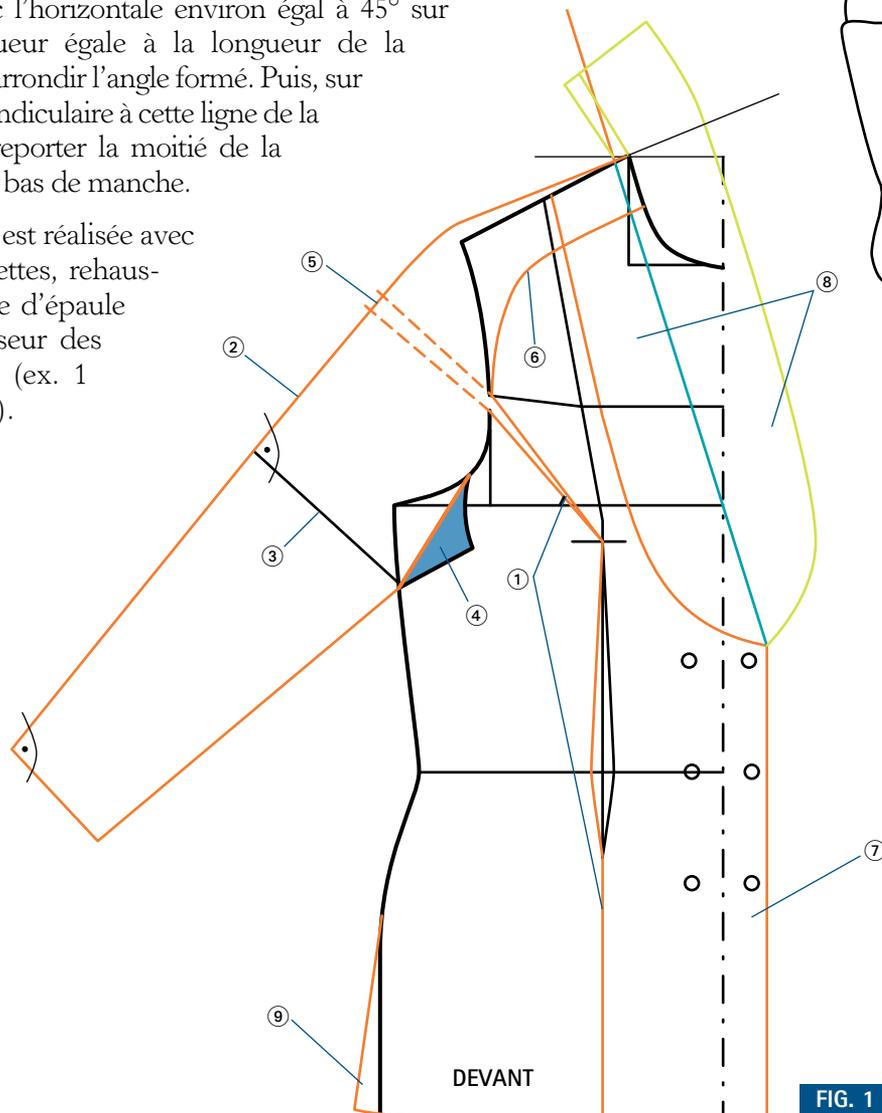

FIG. 1
- ③ Reporter la moitié de la largeur souhaitée de la manche sur une perpendiculaire à la ligne du haut de la manche qui joint la ligne de côté. Puis, avec une droite, rejoindre le creux de l'emmanchure (fig. 1, en orange).
- ④ Retracer le petit triangle obtenu « en miroir » (fig. 1, en bleu).
- ⑤ La fermeture de la pince d'emmanchure sur le buste provoque une différence entre la longueur de l'emmanchure du buste et celle de la manche. Pour cette raison, enlever la valeur de la pince sur la partie haute de la manche et l'ajouter en bas de celle-ci. Mais si cette valeur ne dépasse pas 1 cm, on peut la laisser sous la forme d'embu.
- ⑥ Tracer une ligne de découpe courbe qui part de l'emmanchure au niveau de la ligne de carrure et rejoint l'encolure au tiers du tour d'encolure devant (largeur du morceau : 10 cm au maximum parallèlement à la ligne d'épaule).
- ⑦ Ajouter une croisure de la largeur souhaitée (ici 7 cm).
- ⑧ Fixer la profondeur du décolleté, puis réaliser la construction du col châle (voir « Les vestes », page 38 et, dans le volume 1, « Les cols châles », pages 184-189).